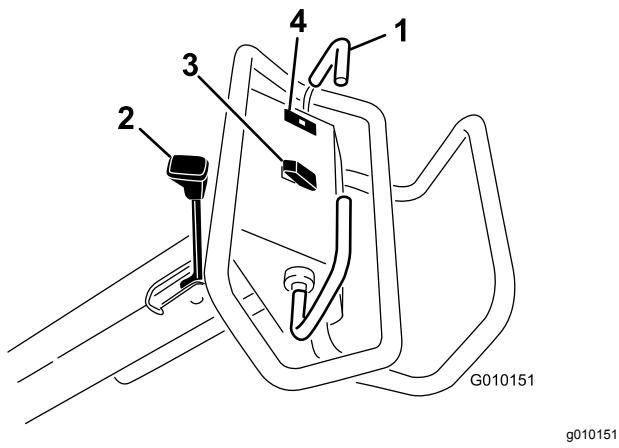

Figura 13
Para desplazarse hacia adelante, mueva la barra de tracción hacia adelante. Para desplazarse hacia atrás, mueva la barra de tracción hacia atrás (Figura 13).
- Para accionar el freno de estacionamiento, mueva la palanca del freno de estacionamiento hacia el manillar del operador (Figura 13).
El indicador de advertencia de la presión del aceite (Figura 13) se enciende si la presión de aceite del motor cae por debajo de un nivel seguro. Si se produce una baja presión del aceite, apague el motor e investigue la causa. Repare la avería antes de arrancar el motor de nuevo.
**Elevar** – pulse la parte superior del interruptor (Figura 13) para elevar y desengranar el cabezal de perforación. El motor debe estar en marcha para generar presión de elevación. Si el cabezal de perforación está más bajo que la altura de transporte, consulte Reinicio del circuito de control del sistema (página 27).
**Bajar/Engranar** – pulse la parte inferior del interruptor (Figura 13) para bajar y engranar el cabezal de perforación. Para poder accionar el interruptor, la barra de tracción debe estar desplazada hacia adelante.